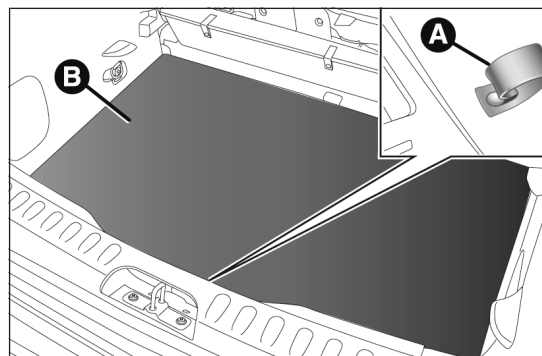

fig. 155
- ouvrir le coffre à bagages, tirer la languette A fig. 155 et soulever vers le haut le tapis de revêtement B ;